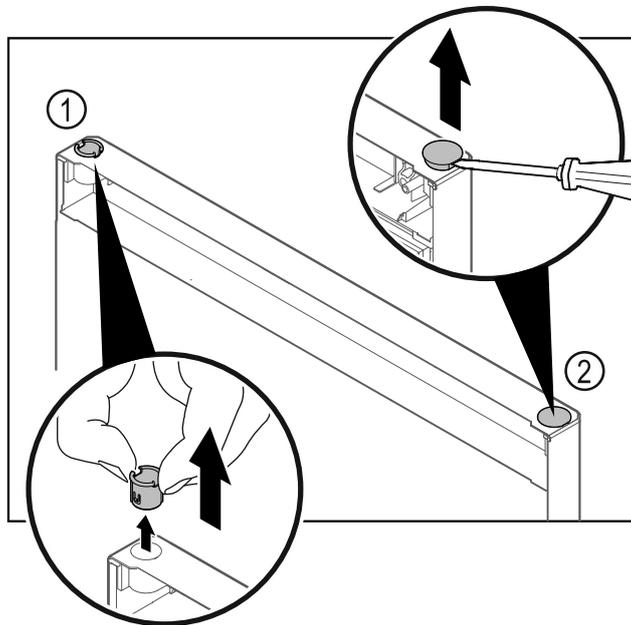

Fig. 18
- ▶ Изтеглете с пръсти втулката на пантата Fig. 18 (1).
- ▶ С плоска отвертка внимателно повдигнете покриващата тапа Fig. 18 (2) и я извадете.